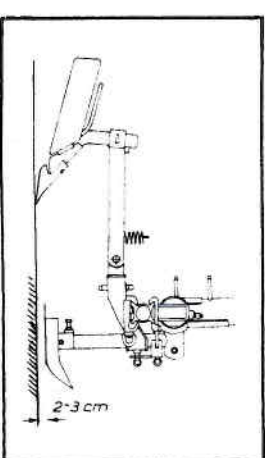

Abb. 159
6. Um seitliches Pendeln des Gerätes zu vermeiden, werden bei 2 - 3 Reihen Tastkufen und bei 4 - 5 Reihen Stützräder benötigt. Während die Stützräder auf dem Boden abrollen, müssen die Tastkufen, wie Abb. 159 zeigt, eingestellt werden.